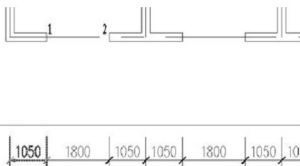

图 3.44 选择基准标注
(2) AutoCAD 自动连接的标注不是所需要的标注，所以在指定第二条尺寸界线原点或 [放弃(U)/选择(S)] <选择>: 提示下，按 Enter 键执行尖括号内的【选择】命令，表示要重新选择基准标注。
① 在选择基准标注: 提示下，将光标放在如图 3.44 所示的 1050 左侧的尺寸线上，然后单击以选择基准标注。